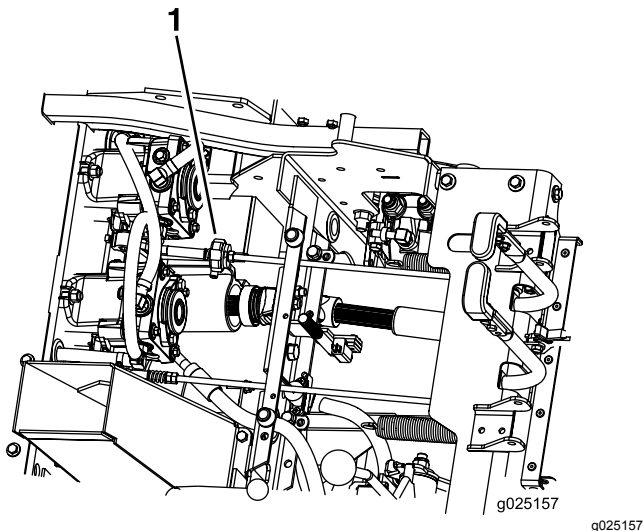

Figura 42
6. Asegúrese de que la máquina no se desplaza en punto muerto con el freno de estacionamiento quitado (Figura 42).